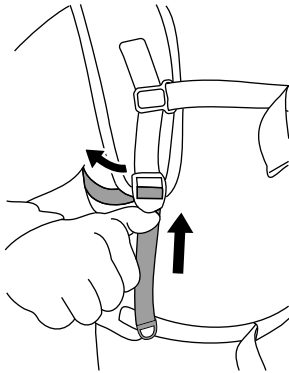

Figure 8
5. Si les sangles d'épaules ou les sangles de levage de charge sont trop serrées, poussez les dispositifs de réglage vers le haut pour les allonger (Figure 8).